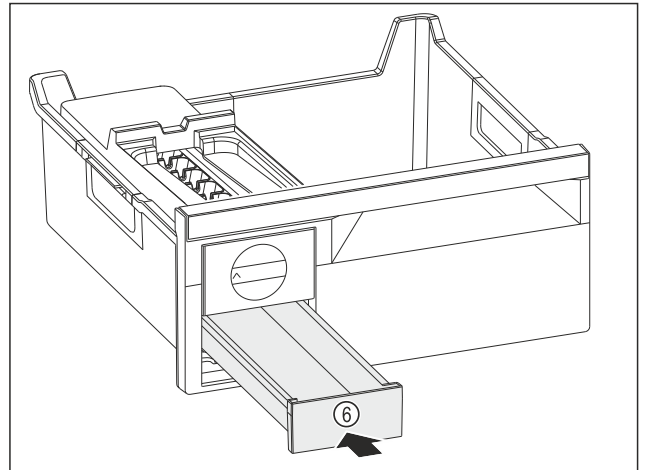

Fig. 79
- ▶ Встановіть форму для льоду Fig. 79 (6).